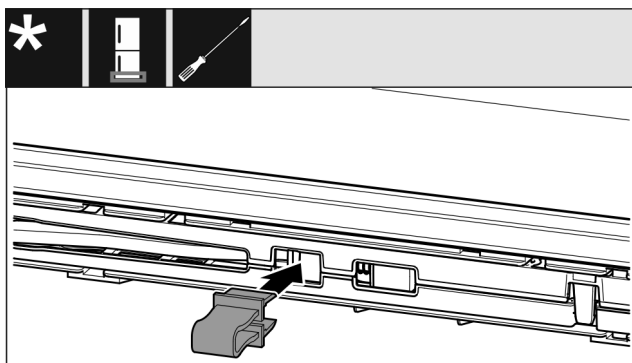

Fig. 16
- Uglavite osigurač u otvor. (pogledajte Fig. 16)